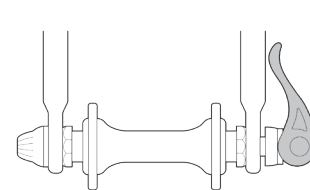
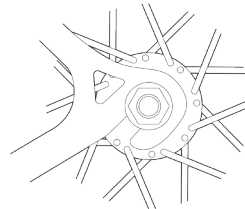

fig. 11a
fig. 13
2. Als uw fiets voorzien is van een voorwiel met snelspanner (Quick release) brengt u de hendel van vergrendelde of GESLOTEN stand naar de OPEN stand (fig 11a en 11b). Ga verder met stap (4).
- (a) Bij een snelspanner (Quick Release), draait u de spanhendel omhoog in de GESLOTEN stand (fig. 11a). De hendel moet nu evenwijdig aan de vorkpoot staan en naar het wiel geïmponeerd zijn. Om genoeg klemkracht uit te oefenen, moet u uw vingers om de vorkpoot klemmen om kracht te zetten, en de hendel moet een duidelijke afdruk achterlaten in uw handpalm.
6. Bij een snelspanner (Quick Release), draait u de spanhendel omhoog in de GESLOTEN stand (fig. 11a). De hendel moet nu evenwijdig aan de staande of liggende achtervork staan en moet naar het wiel toe gepositioneerd staan (fig. 13). Om genoeg klemkracht uit te oefenen, moet u uw vingers om het frame klemmen om kracht te zetten, en de hendel moet een duidelijke afdruk achterlaten in uw handpalm.